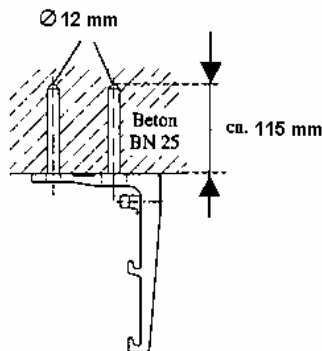

Bild 1a Deckenmontage
4. Die Befestigungslöcher der linken oder rechten Konsole anzeichnen, dazu die Konsole als Schablone benutzen und mit einem **12 mm Steinbohrer ca. 115 mm tief bohren. (siehe Bild 1a und 1b).**